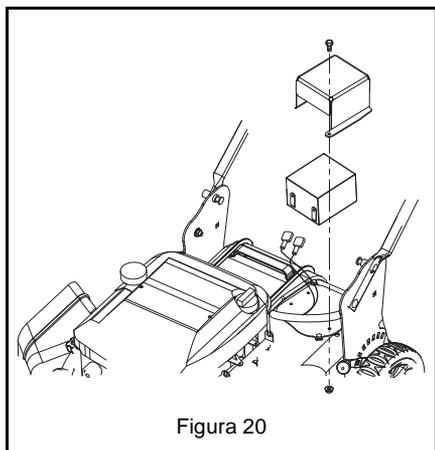

Figura 20
1. Desconecte primero el cable negativo (-), y luego el cable positivo (+) (Figura 20).
3. Conecte primero el cable negativo (-), y luego el cable positivo (+) (Figura 20).